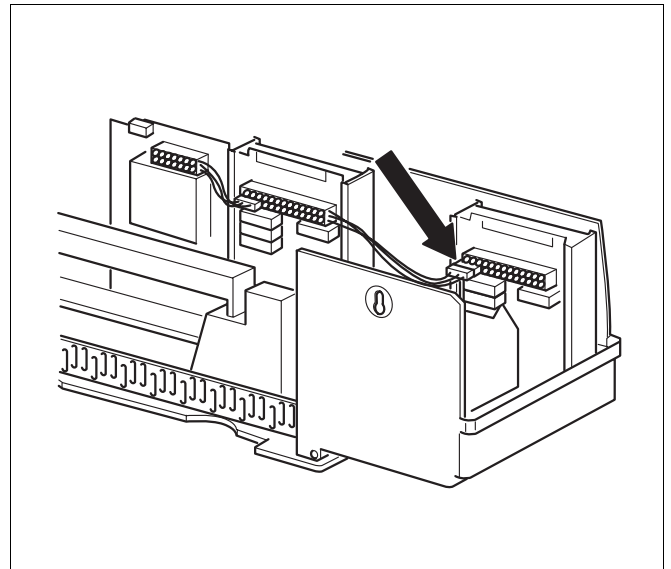

Abb. 5 Herstellen der 230V-Spannungsversorgung
- 230 V Modulanschlussstecker an der vorgesehenen Position in die Steckerleiste einstecken (für Modulanschluss an Steckplatz 1, siehe Pfeil in Abb. 5).